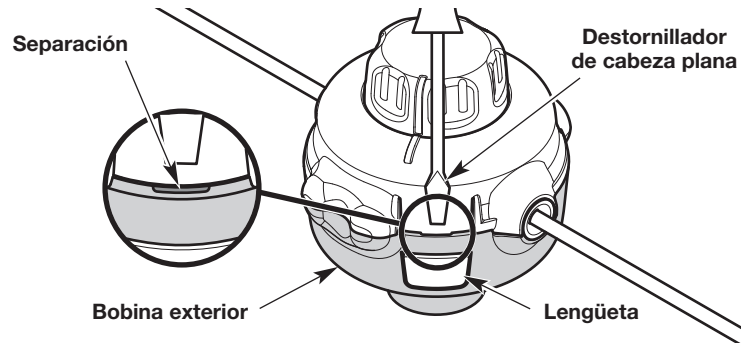

Fig. 29
- a. Presione con firmeza una lengüeta del cabezal de corte con su pulgar (Fig. 29). **NO** presione la lengüeta con un destornillador u otro objeto.
- b. Continúe presionando la lengüeta. Inserte un destornillador de cabeza plana dentro de la separación entre la bobina exterior y la lengüeta (Fig. 29).